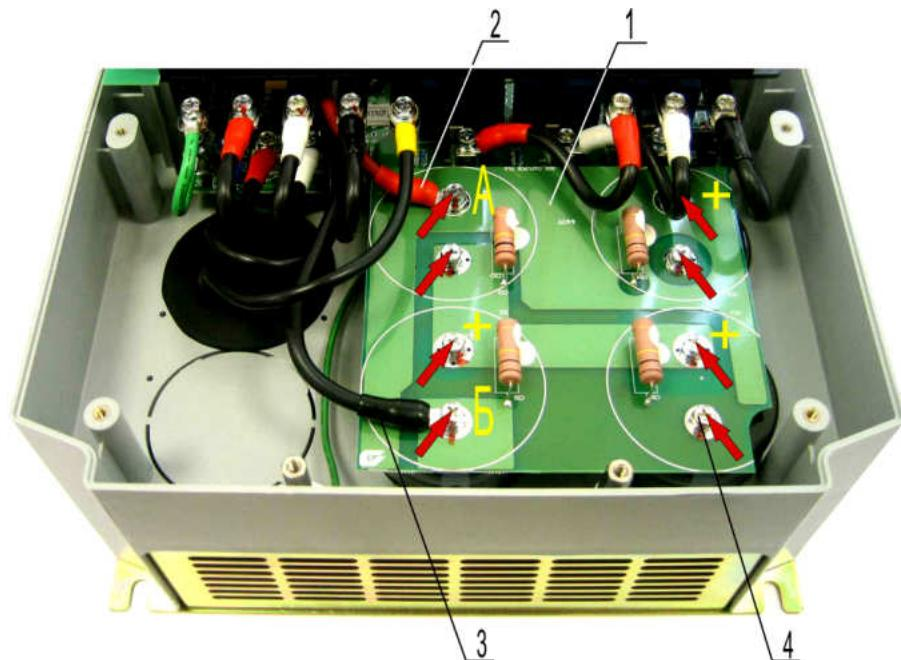

Рис. 7.6
Примечание. Если конструкция емкостной платы соответствует рис. 7.6, конденсаторы ориентировать, как показано на рис.7.3б.
Примечание. Если конструкция емкостной платы соответствует рис. 7.6, технологический процесс выполнять в соответствии с п.п. 7.3.13...7.3.15, (п.п.7.3.7...7.3.12 не выполнять!).
7.3.13. Установить плату 1 на конденсаторы, как показано на рис. 7.6. Совместить отверстия платы с выводами конденсаторов. Закрепить плату шестью винтами 4, за исключением точек А и Б (рис. 7.6).
7.3.14. Установить наконечник провода 2 над отверстием А платы (рис. 7.6). Закрепить наконечник винтом.
7.3.15. Установить наконечник провода 3 над отверстием Б платы (рис. 7.6). Закрепить наконечник винтом.